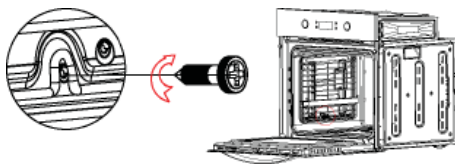
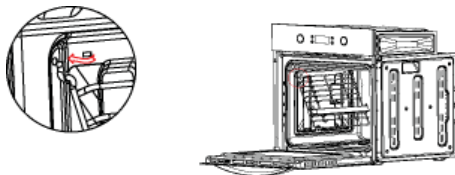

figura 1
figura 2
- 1) Com uma chave de fendas, desaperte o parafuso de fixação do suporte da grelha, como indicado na figura 1.
- 2) Levante o suporte da grelha a um ângulo de cerca de 30° relativamente à cavidade e, de seguida, retire-o da cavidade; extraia a outra placa lateral do mesmo modo, tal como indicado na figura 2.
- 1) Introduza a grelha no orifício de montagem da placa lateral da estrutura principal, como indicado na figura 2. Com uma chave de fendas, aperte o parafuso e, de seguida, finalize a montagem da outra placa lateral do mesmo modo, como indicado na figura 1.